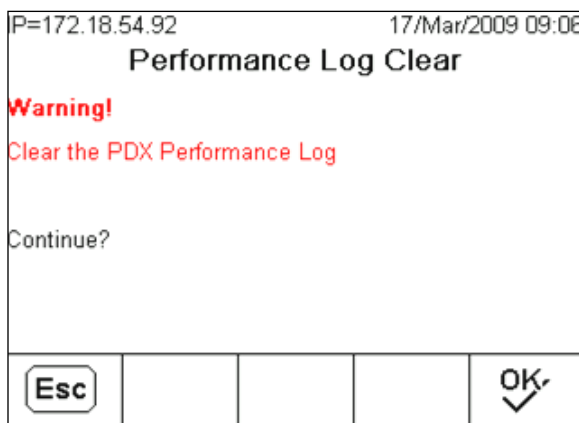

Figura C-46: Schermata di eliminazione del registro delle prestazioni PDX
2. Premere il soffkey **ELIMINA**  per eliminare i record e reimpostare il file di registro. Viene visualizzata una schermata di avviso (Figura C-46) per conferma. Premere il soffkey **USCITA**  per annullare l'operazione, o il soffkey **OK**  per confermarla.